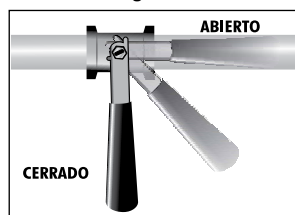

Figura 46
- Que el maneral de la válvula de paso esté en la posición de CERRADO (Ver figura 46).